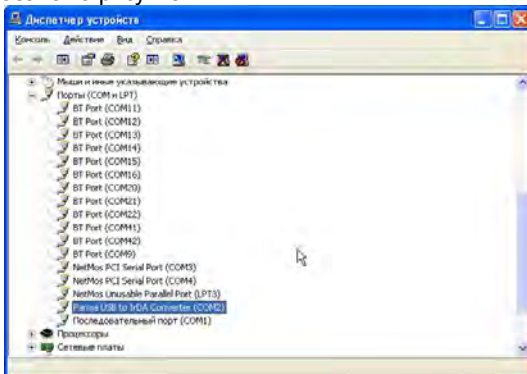

Рисунок 11
6.3.14 Открыть в «Панели управления», «Диспетчер устройств» выбрать закладку «Порты (COM и LPT)» (рисунок 11), выбрать устройство «Parma USB to IrDA Converter» , правой кнопкой мыши выбрать пункт «Свойства», как показано на рисунке 12.